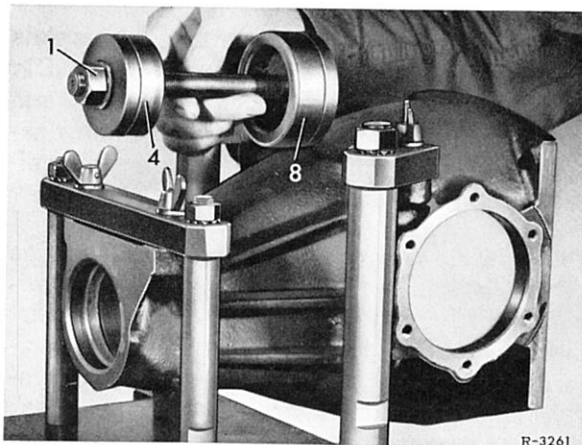

Bild 35–1/20
30 Ausgleichscheibe (7) mit der festgestellten Scheibendicke „S“ in das Hinterachsgehäuse einlegen (Bild 35–1/5).